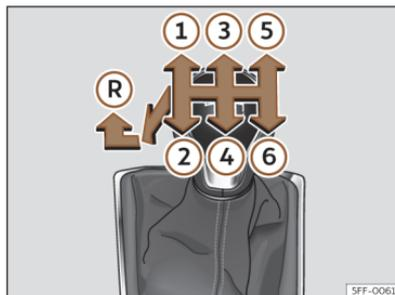

Fig. 115 Esquema de un cambio manual de 6 marchas.
En la palanca de cambios se indican las posiciones de las marchas >>> fig. 115.
- Con la palanca de cambios en punto muerto, presiónela hacia abajo, muévala a la izquierda hasta el final y después hacia delante para seleccionar la marcha atrás >>> fig. 115 (R).